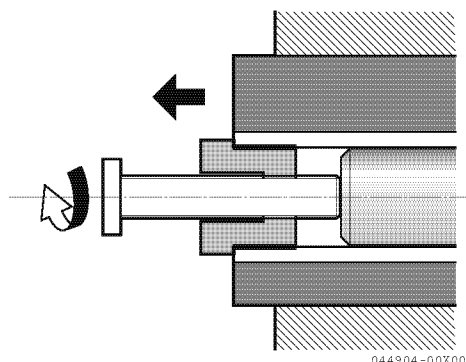

Figure 8
*Nota: Quando si sostituisce una girante usata con una nuova, la girante deve avere una filettatura M24x2. **(Figure 8)** Ruotare il lato con la vite M24 della girante verso il lato del coperchio e installare.*